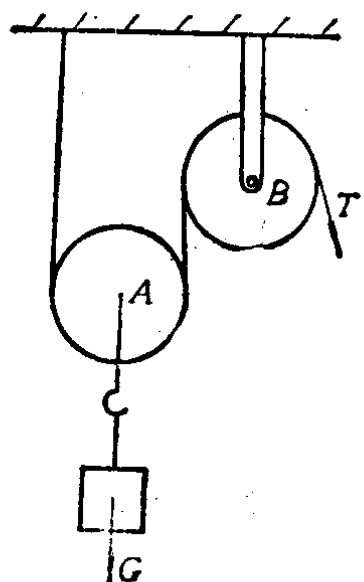

图 1-21
6. 画出图1-21中定滑轮、动滑轮及重物的受力图。滑轮自重不计, 摩擦不计。